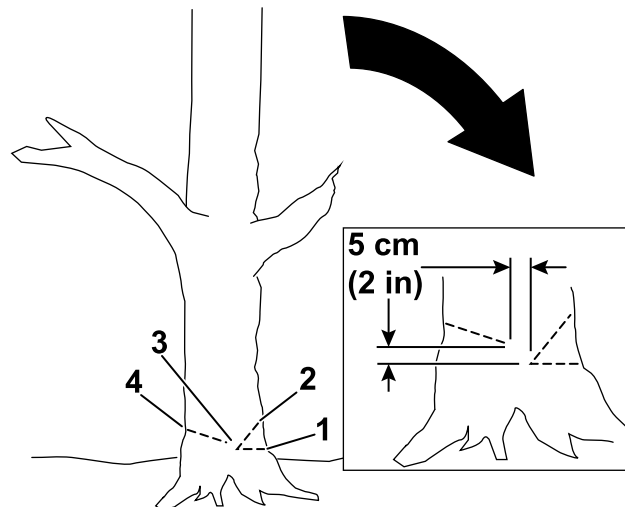

Figura 16
- Fate un primo taglio profondo un terzo del diametro dell'albero dalla parte verso la quale si vuole far cadere l'albero (Figura 16).
- Fate un secondo taglio in modo tale che forni una tacca con il primo, iniziando a tagliare a una distanza di almeno 5 cm sopra il primo taglio (Figura 16).
- Fate il taglio posteriore sul lato opposto a quello della tacca e a un'altezza di circa 5 cm maggiore rispetto al primo taglio, come illustrato in Figura 16.
Importante: Terminate il terzo taglio a una distanza di 2,5–5 cm dalla tacca, in modo da creare tra i tagli una cerniera (Figura 16) che impedisca all'albero di cadere nella direzione sbagliata o di torcersi durante la caduta.
Nota: Mentre il taglio posteriore si avvicina alla cerniera (Figura 16) l'albero dovrebbe iniziare a cadere.